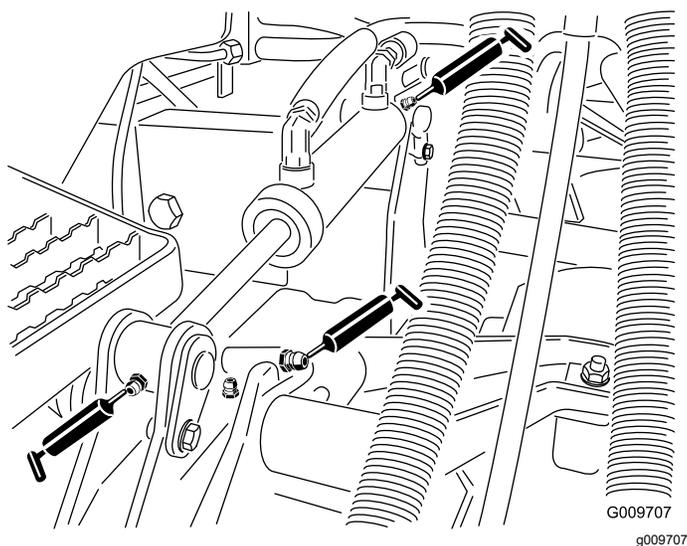

Рисунок 38
- Втулки подъемных рычагов (по 1 шт. на режущий блок), как показано на Рисунок 38
- Втулки подъемных цилиндров (по 2 шт. на режущий блок), как показано на Рисунок 38